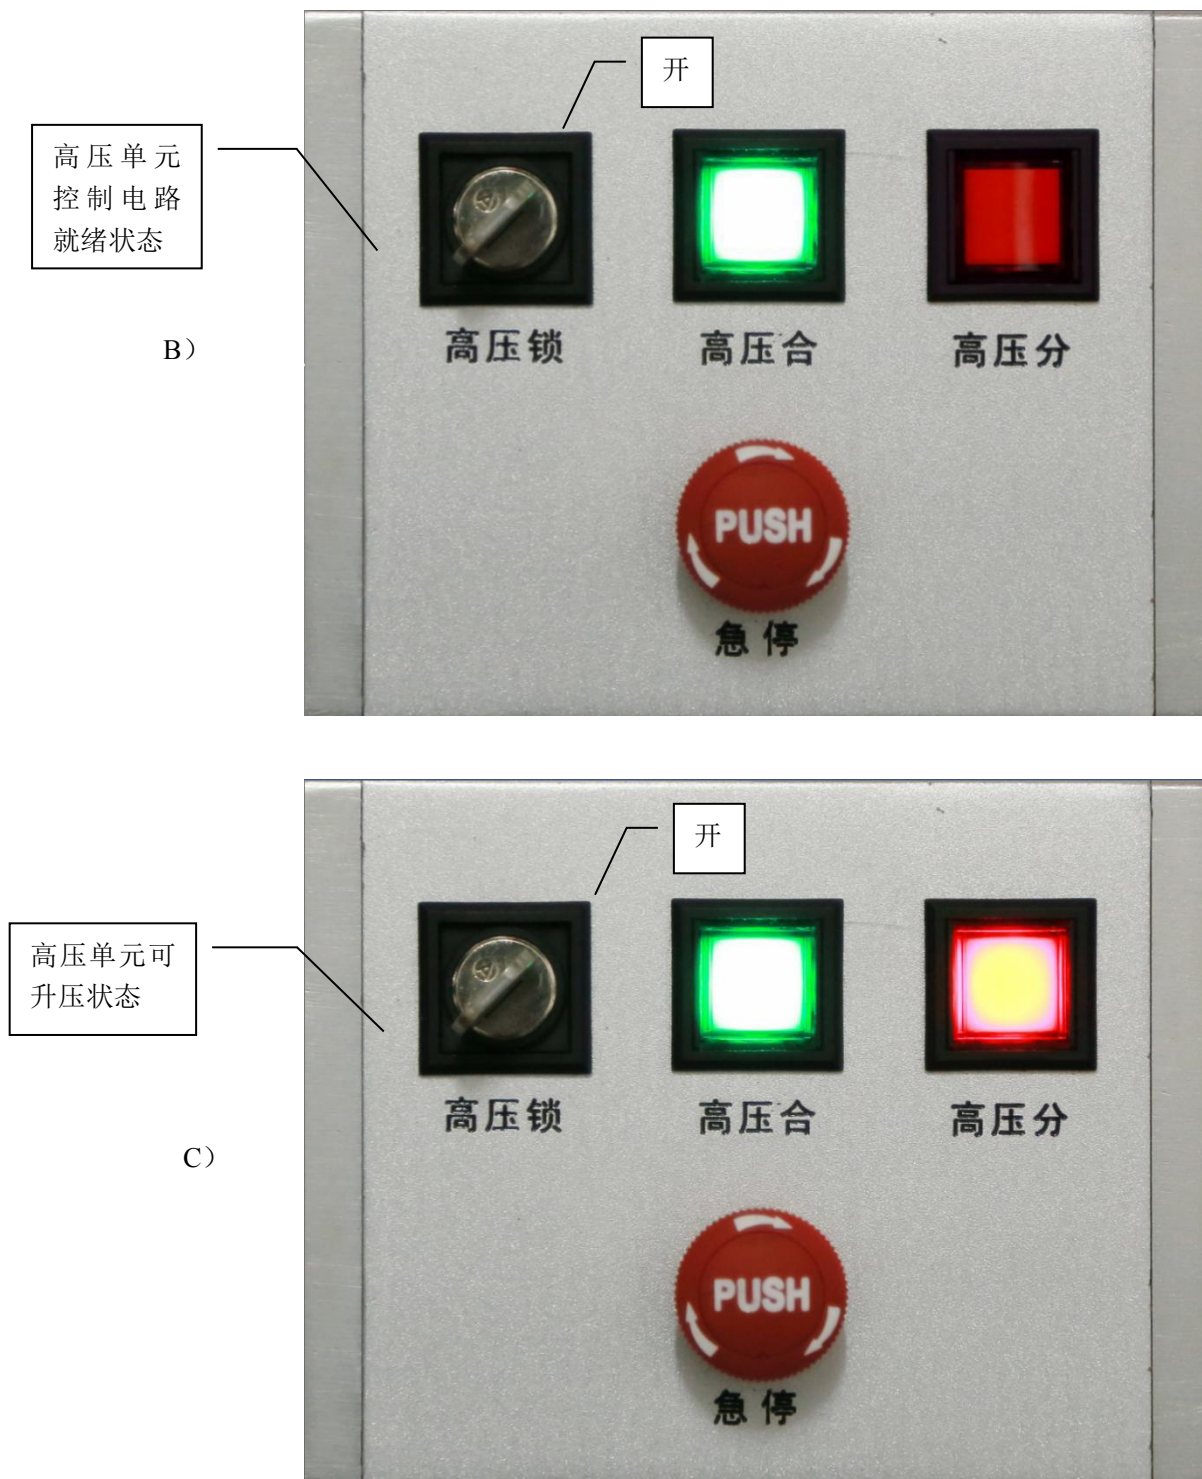

图6-13 高压状态指示
2) **外部安全控制单元操作：**如图6-13所示，外部安全控制单元有三种状态，升压时应按照下列步骤操作，进入高压单元升压状态：
- B)高压锁用钥匙右转至于“开”的位置如图6-13的B)所示，此时高压合绿灯亮，表示高压单元控制电路处于就绪状态；